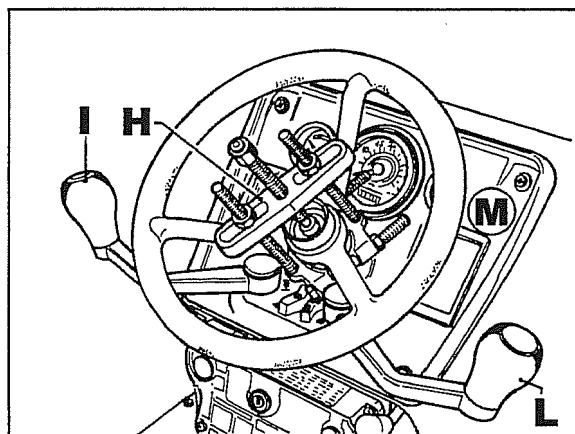

Fig. 57
- a. Com o uso de um extractor **H** do tipo ilustrado na fig. 57, retirar o volante.
- b. Retirar a alavanca de comando redutor **I** e comando das velocidades **L**, retirar o tablier **M** (fig.57).